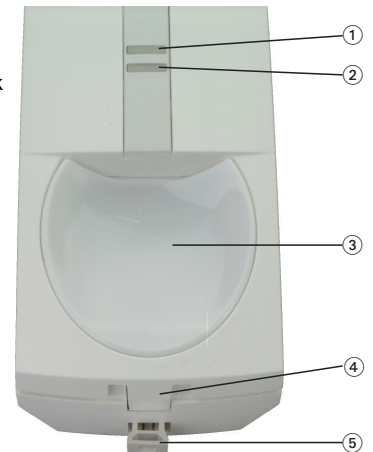

Abb. 1
- ① Falls erforderlich, mit einem kleinen Schraubendreher o. ä. Plombe durchstoßen und nach unten herausziehen.
- ② Rastverschluss (unten in der Mitte, siehe Abb. 1-⑤) leicht nach innen drücken.
- ③ Gehäuseoberteil unten wegklappen.
- ④ Gehäuseoberteil nach unten aushängen.